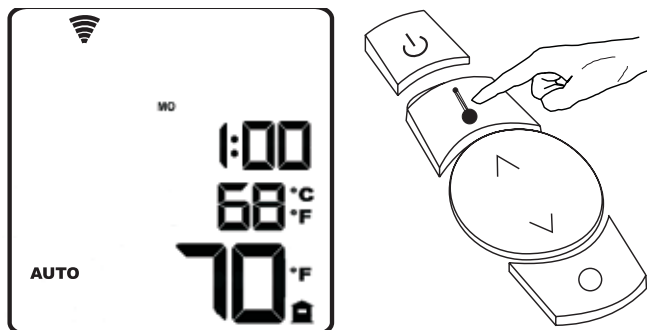

Figure 12
1. Allumer la télécommande en appuyant sur le bouton de mise sous tension, et si la télécommande s'active en mode Manuel (MAN) ou Thermostatique (AUTO), l'appareil va démarrer automatiquement. Si la télécommande n'est pas en mode Thermostatique, appuyer sur le bouton de mode de la télécommande pour passer en mode Thermostatique. Les lettres « AUTO » apparaîtront sur l'écran de la télécommande. **Voir Figure 12.**